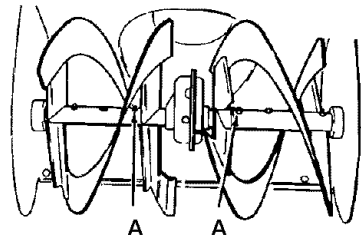

Figura 70
1. Lubrique los **accesorios Zerk (A)** cada diez horas con una pistola engrasadora.
2. Cada vez que cambie un perno de seguridad, engrase también el eje de la barrena. Vea la Figura 70. Consulte "Cómo reemplazar los pernos de seguridad